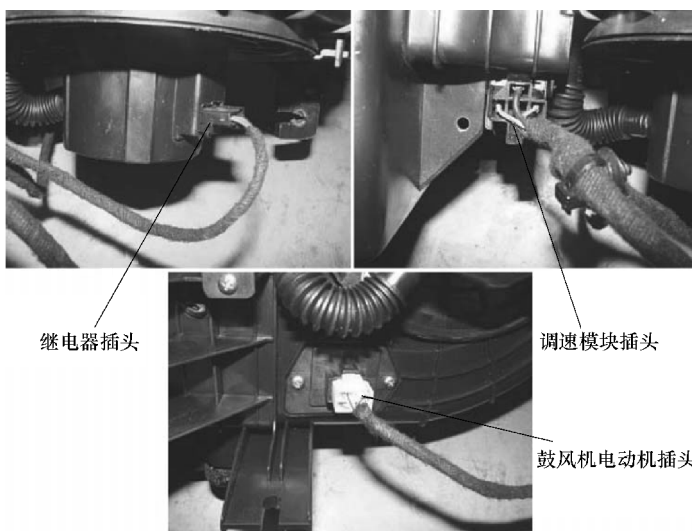

图 8-19 拔下鼓风机上的电气插头
1) 拔下鼓风机、继电器和电动机调速模块的电气插头，如图 8-19 所示。